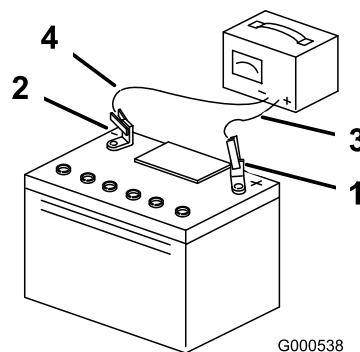

Figura 38
3. Quando a bateria estiver totalmente carregada, desligue o carregador da tomada eléctrica e em seguida desligue os cabos do carregador dos bornes da bateria (Figura 38).